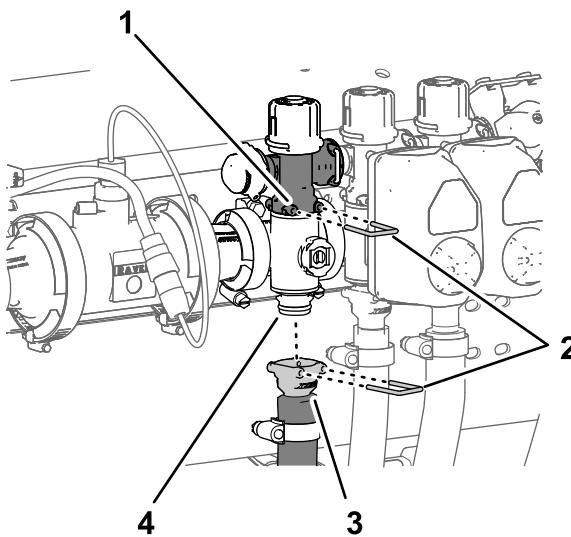

Figure 110
- Retirez l'étrier qui fixe le raccord rapide de la vanne de dérivation de section à la vanne du collecteur de section (Figure 110)
- Retirez l'étrier qui fixe le raccord rapide du flexible d'alimentation de section au collecteur et l'étrier qui fixe le raccord rapide de la vanne du collecteur de section (Figure 110).